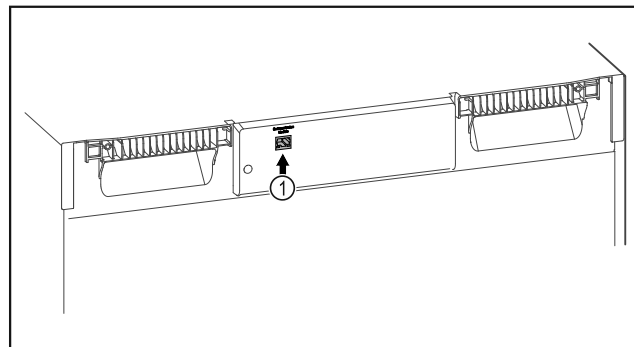

Fig. 131
- SmartModule Fig. 131 (1) är insatt.